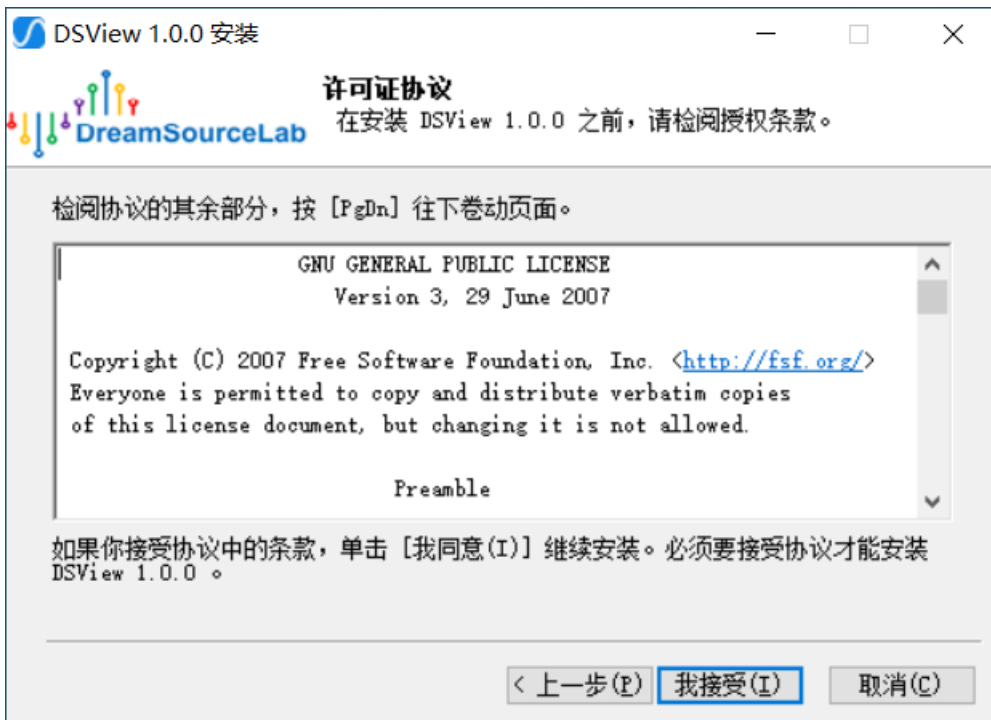

图 1-4
4) 弹出下图（图 1-4）所示窗口，请仔细阅读许可证协议，如果您接受许可证协议中的条款，并愿遵守时，请点击“我接受”继续安装。如您不接受许可证协议中的条款，请点击“取消”安装。